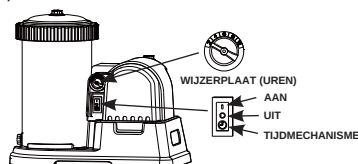

FIG 12
- Zet de wijzerplaat naar het gewenste aantal werkingsuren. Zie Draaitijd tabel. Zie Fig. 12.